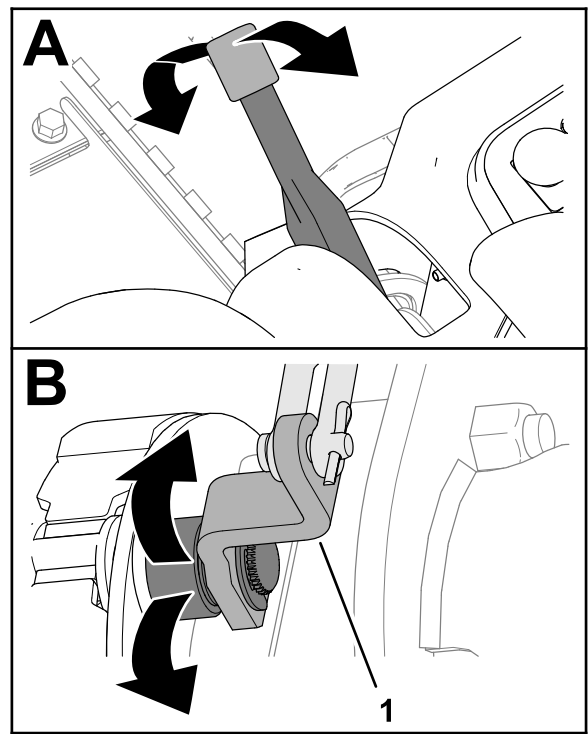

Figura 67
2. Mova a alavanca do travão de estacionamento para cima e para baixo para verificar se a alavanca do excêntrico dos travões se move livremente (Figura 67).